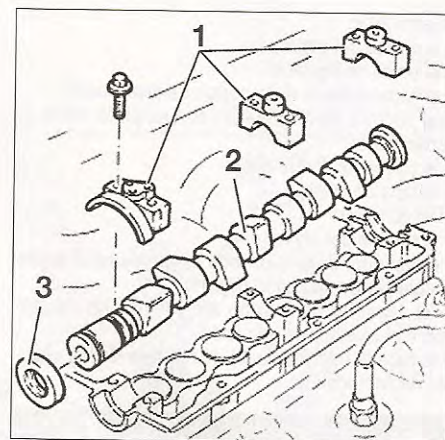

FIG. 23
- las tapas de apoyo (1) de eje de levas (2) progresivamente por fases sucesivas (fig. 23).
- el eje de levas (2).
- la junta (3) en el extremo de eje.